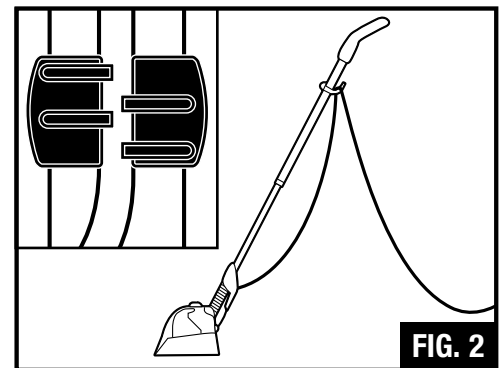

FIG. 2
2. Sujete el cable en su gancho de la parte superior del tubo (Fig. 2). Envuelva el cable para guardar el producto.